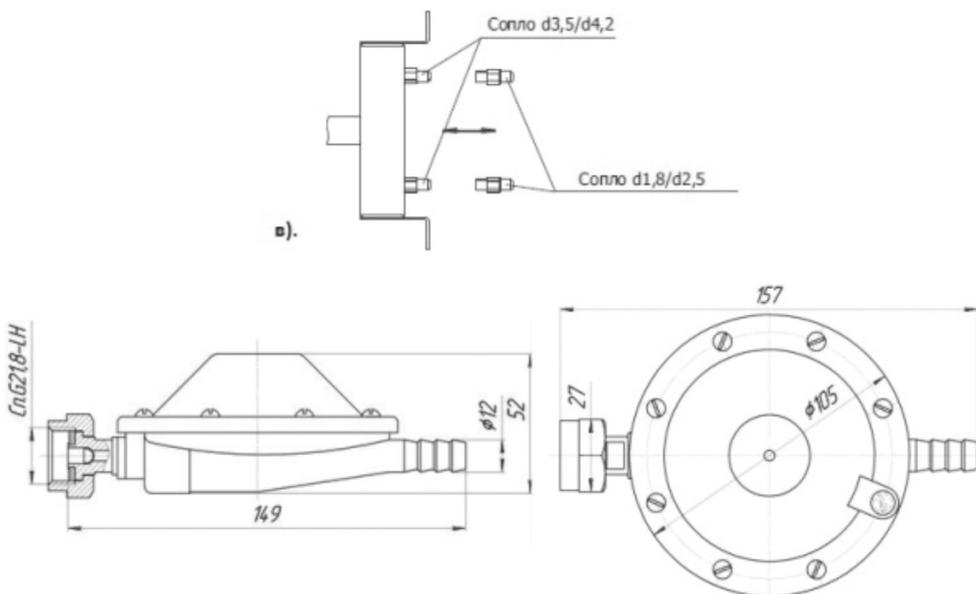

Рисунок 10 - Схема переналадки изделия для работы на сжиженном газе
1. Открутить с фланца пилотной (запальной) горелки гайку и ниппель инжектора с трубкой медной, снять инжектор для запальной горелки (Рисунок 10а). Взамен его установить в пилотную горелку инжектор под сжиженный газ из комплекта по переналадке. Закрепить трубку медную на фланце горелки ниппелем инжектора с помощью гайки инжектора. Убедиться в надежной фиксации.
2. Снять с клапана газового SIT NOVA 820 ограничитель давления (латунный колпачок на верхней части клапана), находящийся под заглушкой пластмассовый установочный винт и пружину (Рисунок 10б) и заменить их ограничителем давления под сжиженный газ из комплекта переналадки. Момент затяжки ограничителя давления - 1 Нм.
3. Снять с газовада сопла и заменить их соплами из комплекта (Рисунок 10в). В зависимости от мощности горелки сопла отличаются количеством и диаметрами проходных сечений (Таблица 3), поэтому важно производить замену только на сопла с соответствующей маркировкой